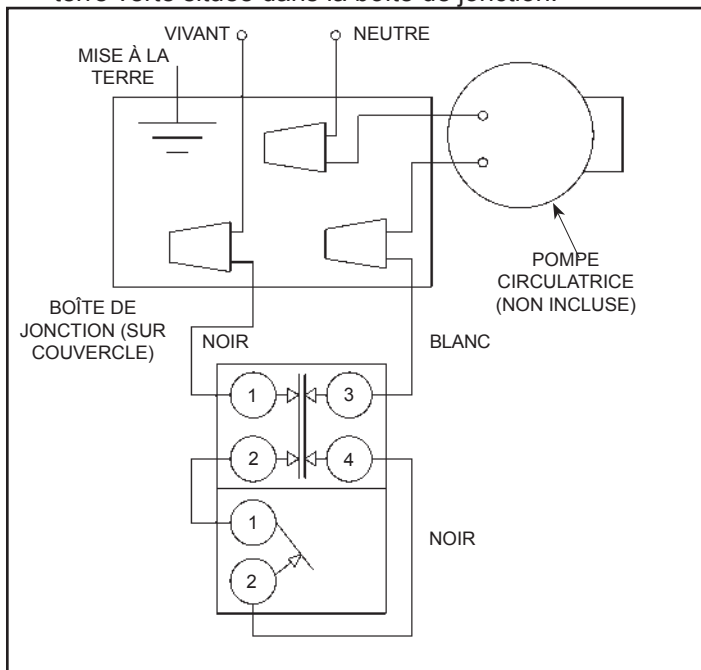

Figure 4. Schéma de câblage
- Raccordez la pompe circulaire en série avec le thermostat, tel qu'illustré à la Figure 4.